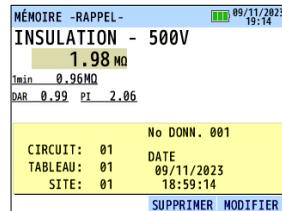

Fig. 16-5
- (3) Les données sélectionnées seront affichées. (Fig. 16-5)